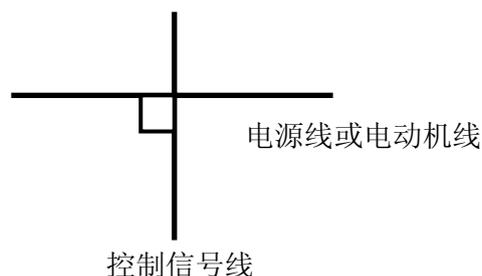

图 3-16 系统配线要求
- (1) 变频器到电动机的电缆线(U、V、W 端子引出线)应尽量避免与电源线(L1、L2、L3 端子输入线)平行布线。应保持 30 厘米以上的距离。
- (2) U、V、W 端子三根电机线尽量置于金属管或金属布线槽内。
- (3) 一般控制信号线应采用屏蔽电缆,屏蔽层与变频器 PE 端相连后,以靠近变频器侧单端接地。
- (4) 变频器 PE 端接地电缆必须直接与接地板相连,不得借用其它设备接地线接地。
- (5) 强电电缆(L1、L2、L3、U、V、W)不得与控制信号线平行近距离布线,更不能捆扎在一起,须保持 20~60 厘米(与强电电流大小有关)以上的距离。如果要相交,则应相互垂直穿越,如图 3-16 所示。
- (6) 强电接地线必须与控制信号和传感器等弱电接地线分别独立接地。
- (7) 禁止在变频器电源输入端(L1、L2、L3)上连接其它用电设备。